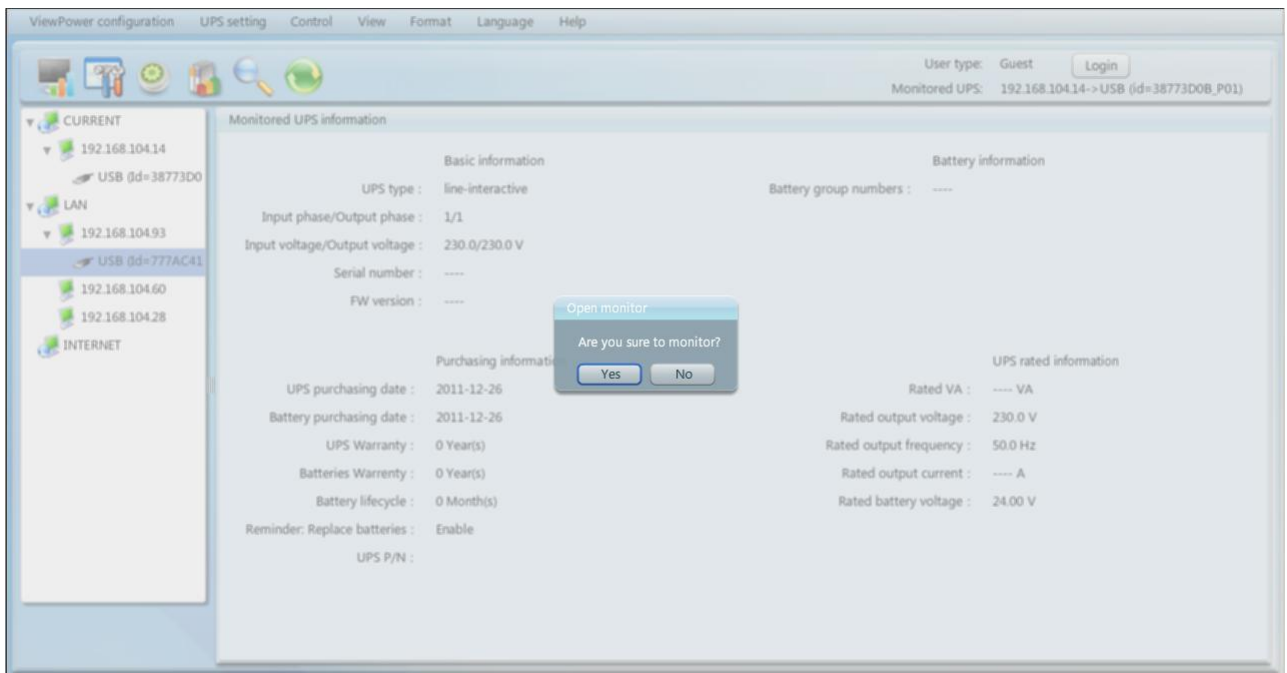

图 4-5
- 方法一：双击在 UPS 浏览页面中的任一 UPS，页面会出现是否确认进行监控的信息对话框，如图 4-5 所示。